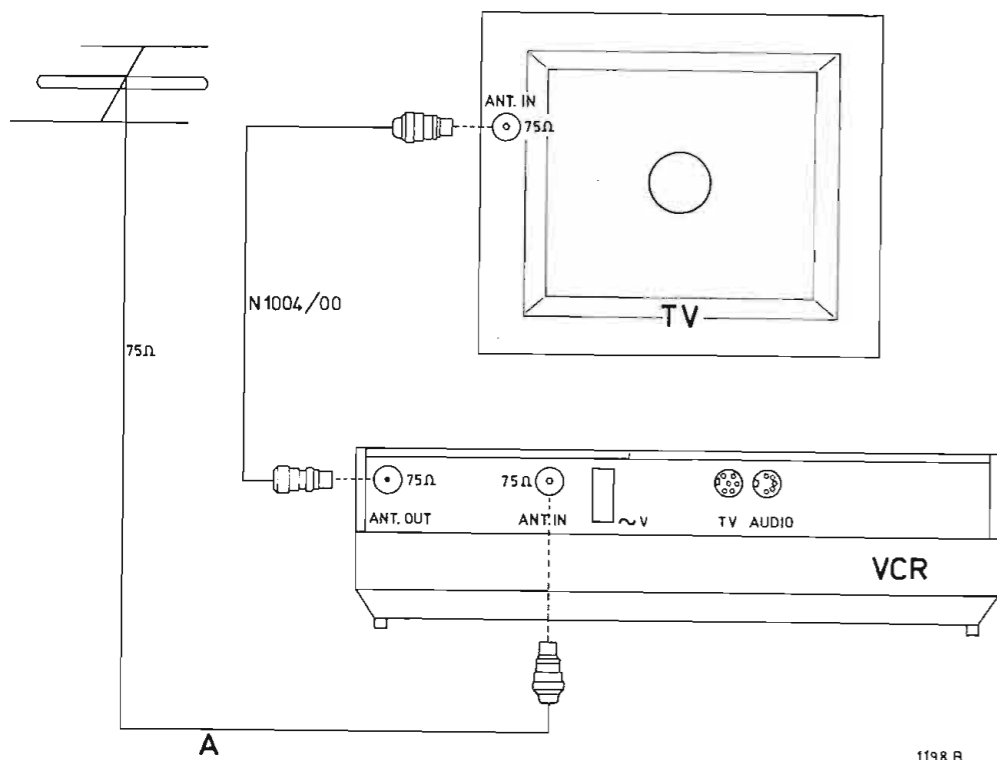

Fig. 3a
Aansluiten van de antenne (zie fig. 3a)
De antenne-ingangsimpedantie van de VCR bedraagt 75 Ω. Sluit de antenne, indien deze een impedantie heeft van 75 Ω, rechtstreeks aan op de antenne-ingang (22) van het apparaat. Indien de antenne een impedantie heeft van 300 Ω, dan moet het antennesignaal via een impedantiëtransformator 300 Ω-75 Ω aan de antenne-ingang worden toegevoerd. Hiervoor kunnen de verbindingkabels N1001/00 of N1001/10 (zie fig. 3a en 3b) gebruikt worden.
Aansluiten van het TV-apparaat (zie fig. 3a)